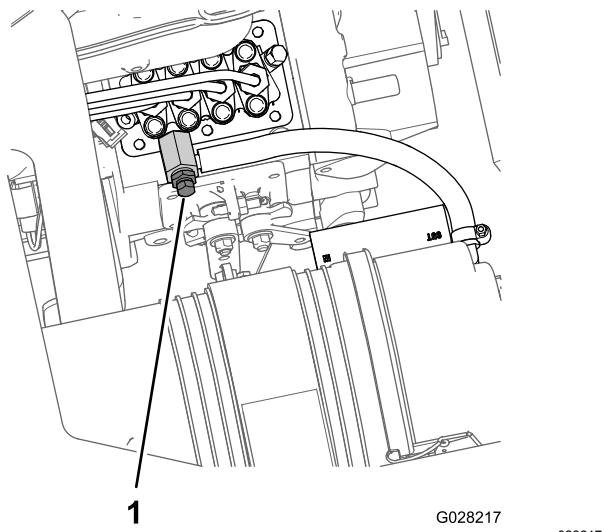

Figura 74
8. Alinhe o recipiente de escoamento debaixo da parte da bomba de injeção de combustível do motor (Figura 74).
9. Desaperte o parafuso de purga que se encontra na bomba de injeção de combustível (Figura 74).
11. Mantenha a chave na posição LIGAR enquanto não sair um fluxo contínuo de combustível do parafuso de purga (Figura 74).
12. Aperte o parafuso de purga (Figura 74) e rode a chave para a posição DESLIGAR.